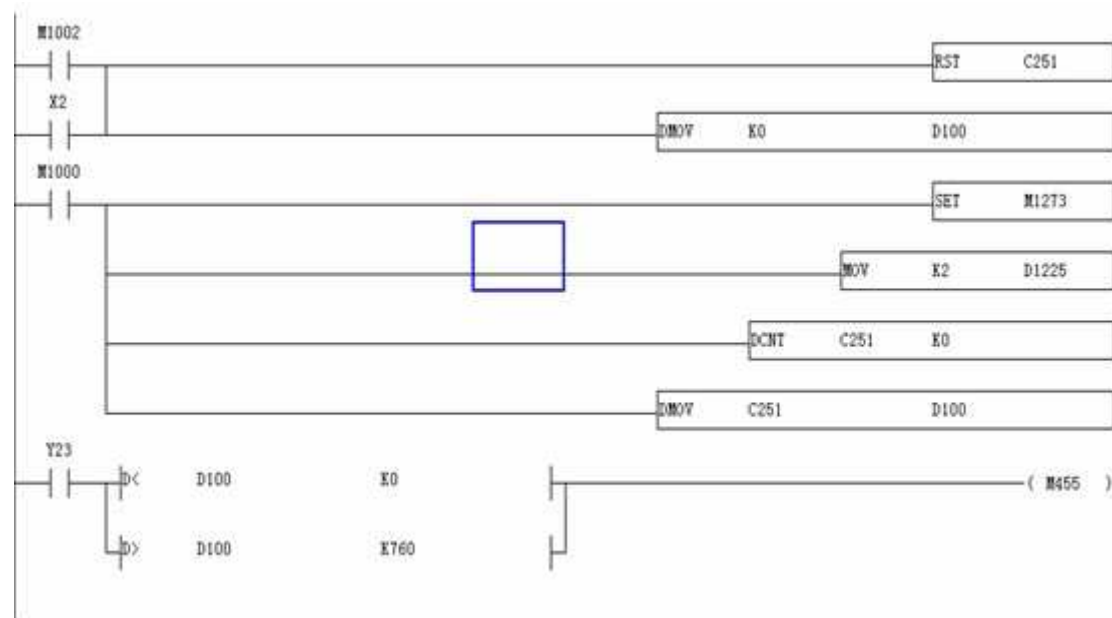

图 2 触摸屏显示报警
(1) 触摸屏显示报警。台达 EH 系列 PLC 提供了方便的高速计数功能，使程序编写简单，调试快速。我们将编码器的信号线接入 PLC 的高速计数端子 X0，X1，编码器的复位端子接 X2，对应计数器为 C251，Y23 为主机运行，当编码器两相接错时，触摸屏显示报警 M455，如图 2 所示。